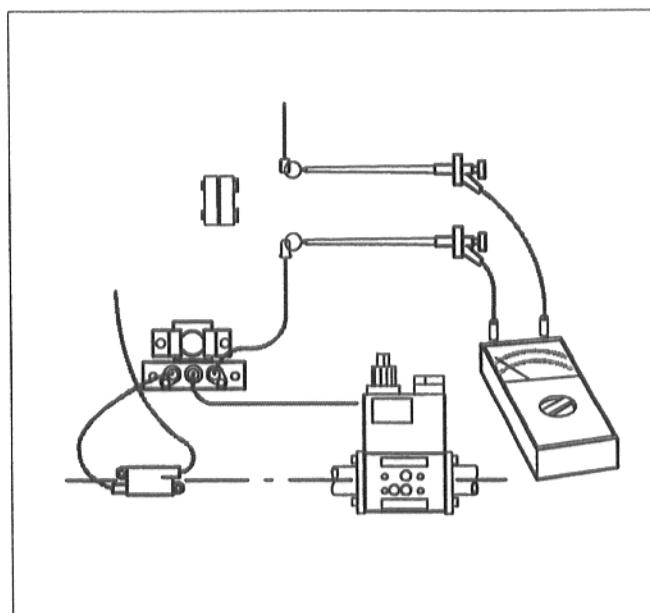

Рис. 8
- Подключить измерительный прибор последовательно к контрольному кабелю и к контрольному электроду (рис.8). Установить измерительный прибор на значения мкА постоянного тока.
- При затребовании отопления блокирующая заслонка отходящего газа должна переходить в положение "ОТКР". Необходимо проверить это путем задействия установочного рычага (рис. 8а). Только после достижения положения "ОТКР" должно происходить включение горелки.
Рис. 8а
- Ослабить винты держателя и поместить датчик отходящего газа* наконечником в середину потока отходящего газа (рис. 8б).
Рис. 8б: Датчик контроля отходящего газа